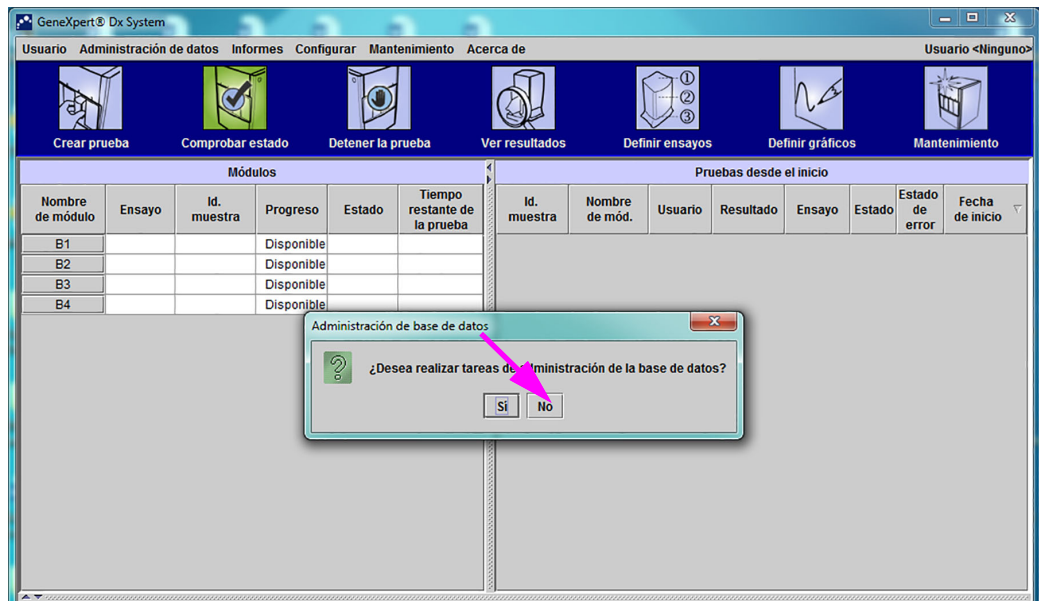

Figura 2-53. Ventana GeneXpert Dx System con el cuadro de diálogo superpuesto Administración de base de datos
1. En el cuadro de diálogo Asignar letra de instrumento, haga clic en **Aceptar** para confirmar la asignación de las letras de instrumento y cerrar el cuadro de diálogo. Aparece el cuadro de diálogo Administración de base de datos (consulte la figura 2-53).